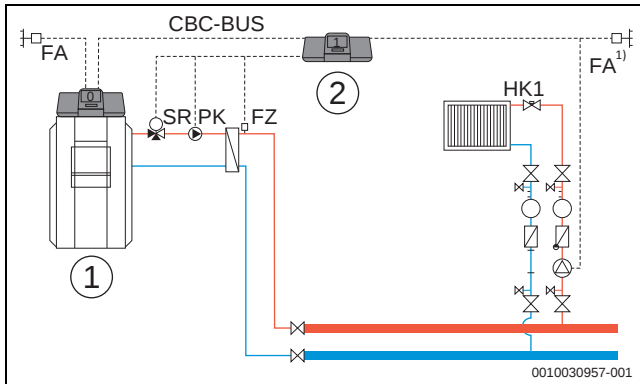

Bild 17 Variante 4: Unterstation mit Logamatic 5313, mit Vormischfunktion, Kompensation der Wärmeverluste über Fühler FZ, Lastbegrenzung
- Im BUS-Verbund von 2 oder mehr Regelgeräten in jedem Unterstations-Regelgerät Logamatic 5313 oder Logamatic 5311 (→ Bild 17 und 18, Variante 4 und Variante 5)
- „Slave als Unterstation“ bei Nutzung von „Funktionen Unterstation“ ist Logamatic 5313 erforderlich (→ Bild 17 ... Bild 19, Variante 4 6)
Das Erweiterungsregelgerät Logamatic 5310 unterstützt geräteintern nicht die Zubringerfunktion. Zusatzfunktionen der Zubringerpumpe sind in der Logamatic 5310 nicht nutzbar, da kein Fühler FZ im Regelgerät vorhanden ist. Wird in Verbindung mit Logamatic 5310 eine Unterstation mit Zubringerpumpe benötigt, muss die Zubringerpumpe über das Master-Regelgerät realisiert werden (→ Bild 20, Variante 7). Alternativ: um diese Funktionen in der Unterstation zu realisieren, kann anstelle der Logamatic 5310 eine Logamatic 5313 als Unterstation einzusetzen (→ Bild 17 ... 19, Variante 4 ... 6).
Der **Außenfühlerwert** der Unterstation in Bild 17 ... Bild 20 kann wahlweise vom Master-Regelgerät übernommen werden oder es kann für jede Unterstation ein eigener Außentemperaturfühler gesetzt werden. In Bild 20 muss der Außentemperaturfühler am Master-Regelgerät angeschlossen werden.